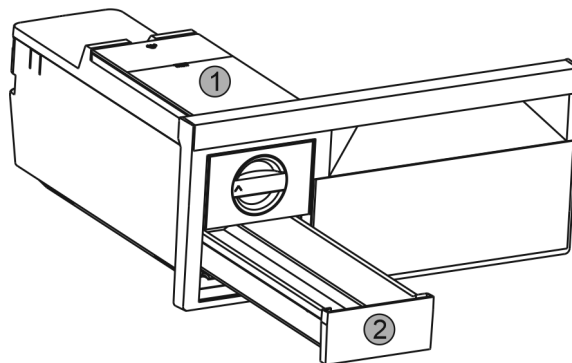

Fig. 79
► 取下水箱 Fig. 79 (1) 和冰块抽屉 Fig. 79 (2)。